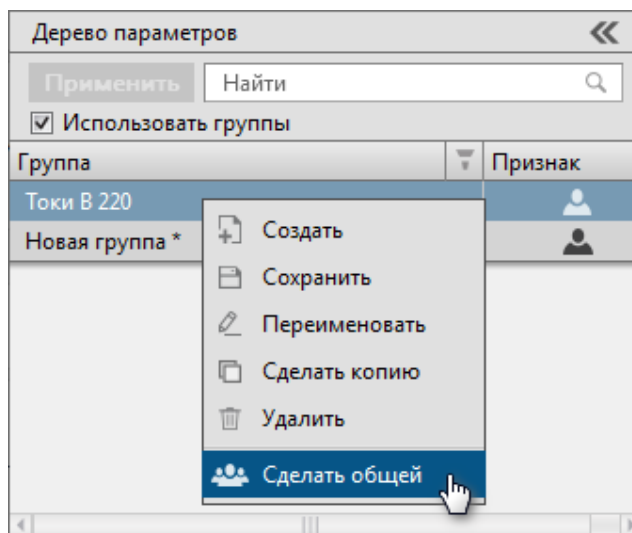

Рисунок 26 - Сделать общей
1. Нажмите *ПКМ* по выбранной группе и выберите команду **Сделать общей** (Рисунок 26).